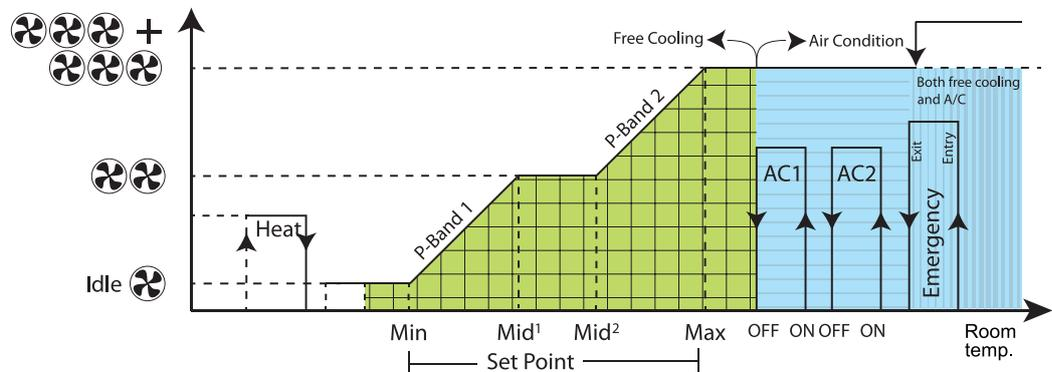

Abb. 4
- Das P-Band kann in zwei Teile unterteilt werden, unterbrochen durch „Mid“ und „Mid²“, wie in Abb. 4 dargestellt.